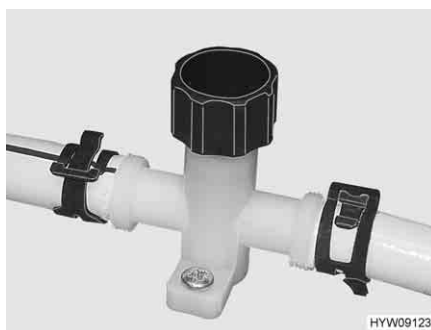
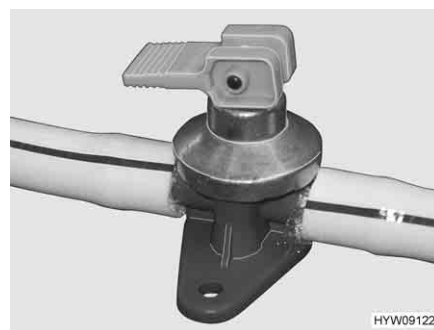

Fig. 128 Rubinetto di scarico (tubatura dell'acqua)
Fig. 129 Rubinetto di scarico (boiler Alde)
- Chiudere i rubinetti di scarico. Ruotare i coperchi (Fig. 128) in senso orario e posizionare la leva a bilanciere (Fig. 129) in posizione orizzontale.
- Aprire i rubinetti di scarico. A questo scopo, ruotare il coperchio (Fig. 128) in senso antiorario e posizionare verticalmente la leva a bilanciere (Fig. 129).